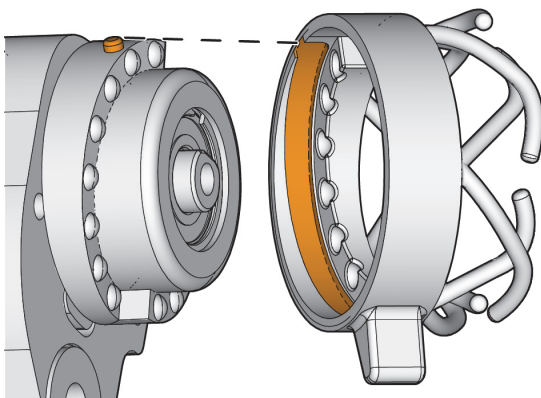

图 5-17 摩擦环和阶梯环
1. 要拆下摩擦环，需将阶梯环上的销钉对准摩擦环上的内槽，然后向外拉（参见第82页的图 5-17）。
2. 要安装摩擦环，需将销钉对准摩擦环的内槽，然后将摩擦环按压到阶梯环上（参见第82页的图 5-17）。